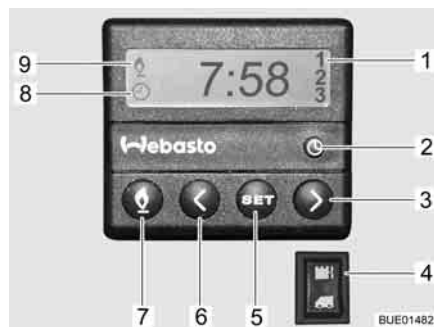

Fig. 159 Centralina di controllo per riscaldamento fisso
- Premere il tasto (Fig. 159,7). Il funzionamento del riscaldamento viene indicato con il simbolo (Fig. 159,9). La ventola viene inserita solo quando la temperatura dell'acqua di raffreddamento è pari a 30 °C.
- Premere il tasto (Fig. 159,7). Il simbolo (Fig. 159,9) si spegne.
- Premere l'interruttore (Fig. 159,4) in alto. Il motore viene preriscaldato. La ventola viene inserita immediatamente.
- Premere l'interruttore (Fig. 159,4) in basso. Il motore rimane freddo.
- Premere il tasto (Fig. 159,2). L'impostazione dell'ora viene indicata con il simbolo (Fig. 159,8).
- Impostare l'ora con i tasti (Fig. 159,3 e 6).
- Premere il tasto (Fig. 159,5).
- Impostare l'orario di accensione con i tasti (Fig. 159,3 e 6) entro 10 secondi.
- Premere il tasto (Fig. 159,5) fino a che nel display (Fig. 159,1) non appare il numero di programmazione desiderato.